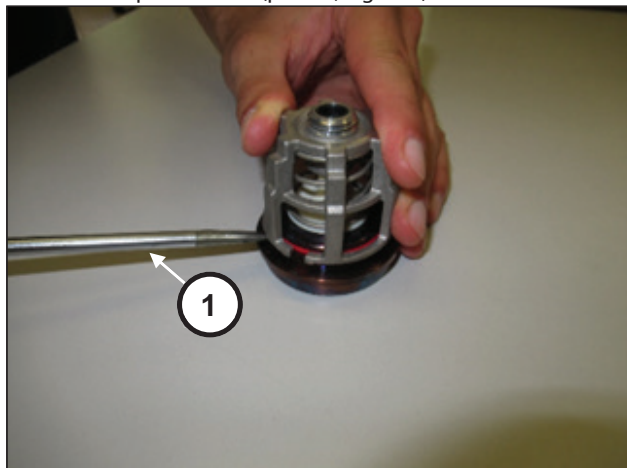

Fig. 146
Smontare i gruppi valvola di aspirazione e mandata facendo leva con semplici attrezzi (pos. ①, Fig. 146).